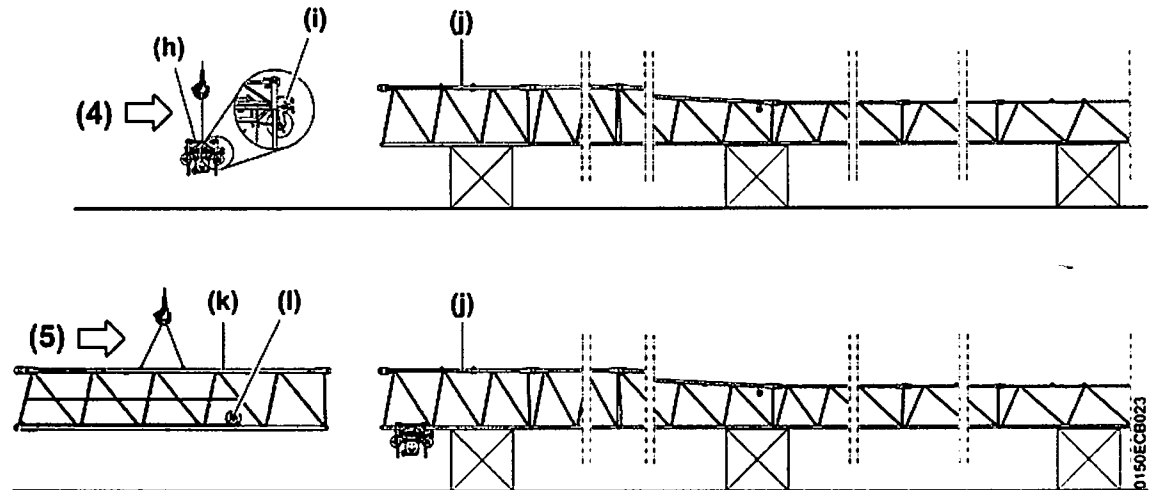

Fig. 201: Ausleger-Anlenkstück und Laufkatze montieren
- Laufkatze (h) in den Ausleger schieben (Sperrklinke (i) zeigt Richtung Auslegerspitze). (4)
- Ausleger-Anlenkstück (k) mit Auslegerteil (j) verbolzen und sichern. Vorgehensweise beachten. (siehe: Fig. 201, Seite 237) (5)